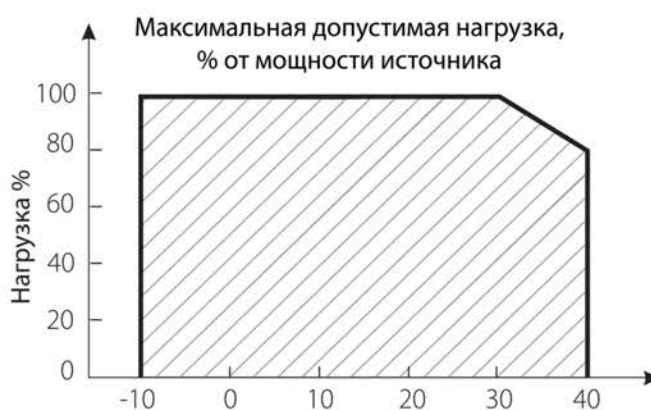

Рис.2 Температура окружающей среды (ta), °С
3.3. Не нагружайте источник питания более 80% от его максимальной мощности. Учитывайте, что с повышением температуры окружающей среды, максимальная мощность источника питания снижается, см. график зависимости на Рис.2.